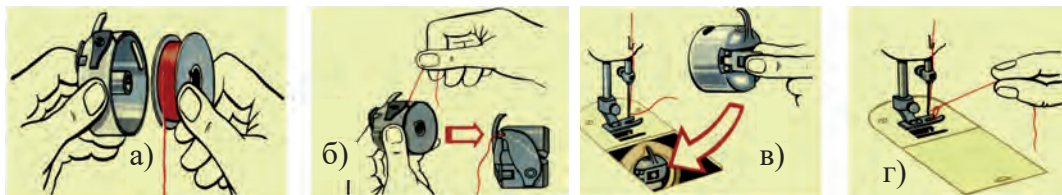

Рис.30. Заправка нижней нитки.
1. Отмотайте приблизительно 10 см нитки от полностью намотанной шпульки и вставьте шпульку в шпульный колпачок (рис. 30, а).
2. Проденьте отмотанный конец нити в щель, затем вниз и влево, до тех пор, пока нить не попадет в отверстие под пружиной регулировки натяжения (рис. 30, б).
3. Удерживая шпульный колпачок за защелку, вставьте его до упора в челночное устройство швейной машины, после чего отпустите защелку (рис. 30, в).
4. Закрыв верхнюю выдвижную пластинку, нитку на челноке выпускают из отверстия игольной пластинки (рис. 30, г).